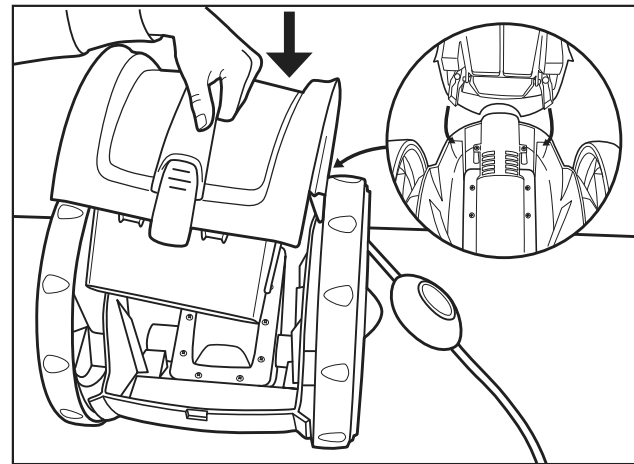

Figura 14. Vuelva a colocar la cubierta
3. Localice las bisagras de la tapa superior del cuerpo debajo de los hombros, como se muestra en la Figura 14.